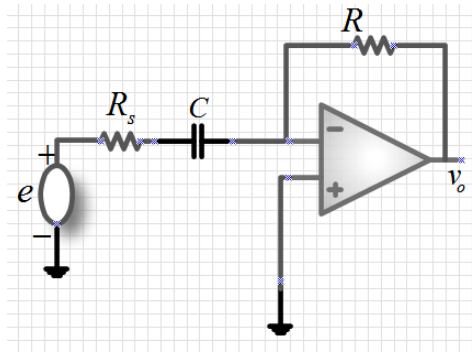

FIG. 14 –
2. Réaliser le montage de la figure 14. $C = 0,1\mu F$, $R_s = 47\Omega$, $R = 1k\Omega$. La tension e est un signal triangulaire de fréquence $3kHz$ et d'amplitude $1V$. Visualiser la tension de sortie v_o et conclure.